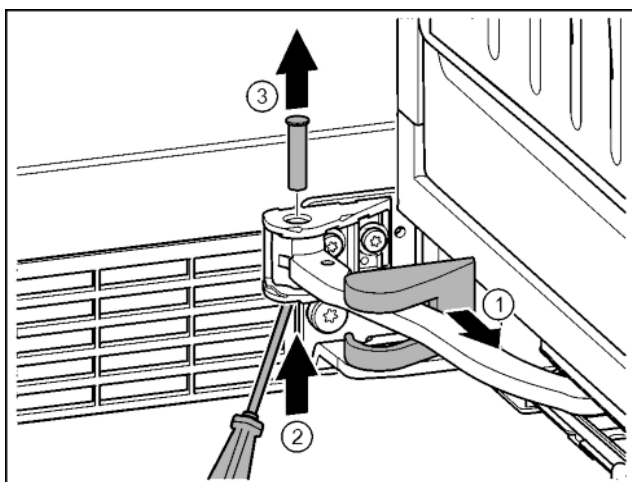

Fig. 15
▶ Снять крышку опорного кронштейна и переместить вдоль шарнира. Fig. 15 (1)
▶ Рукой или отверткой приподнять палец снизу. Fig. 15 (2)
▶ Вставить отвертку под головку пальца и вытащить его. Fig. 15 (3)